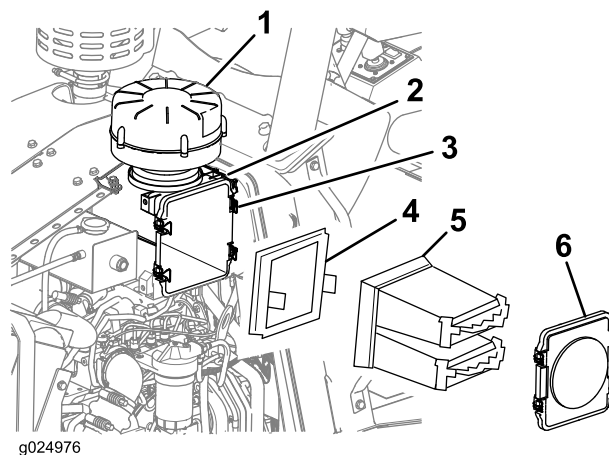

Рисунок 70
2. Отсоедините 4 защелки крышки воздухоочистителя и снимите крышку (Рисунок 70).
3. Снимите элементы грубой и тонкой очистки воздухоочистителя из корпуса воздухоочистителя (Рисунок 70).
4. Очистите внутреннюю поверхность корпуса воздухоочистителя чистой влажной тканью (Рисунок 70).
10. Закрепите крышку на корпусе воздухоочистителя 4 защелками (Рисунок 70).